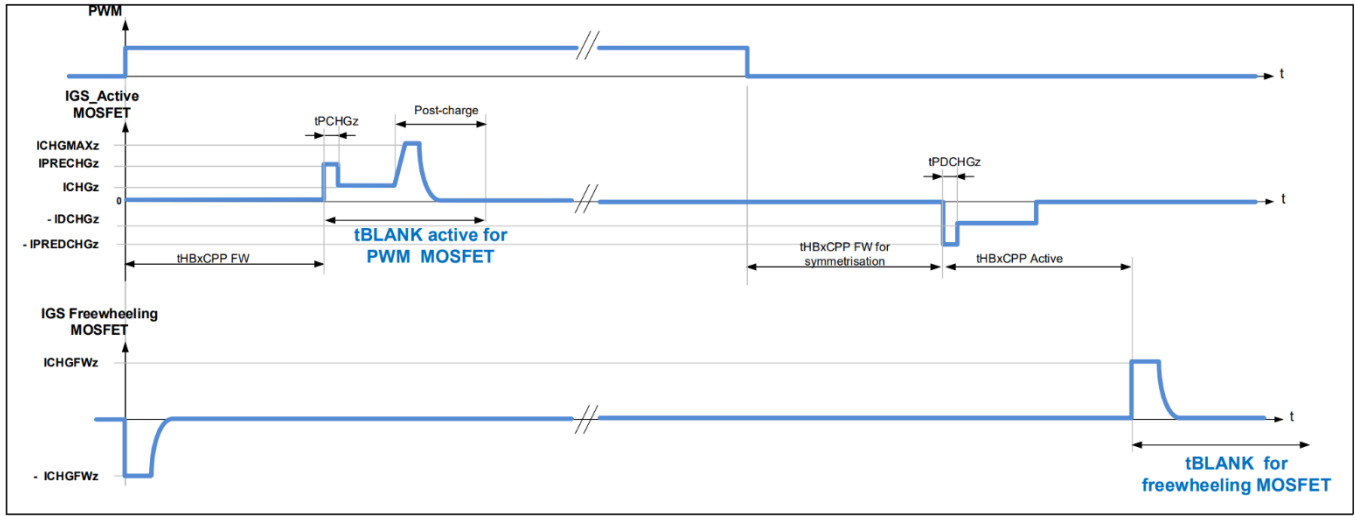
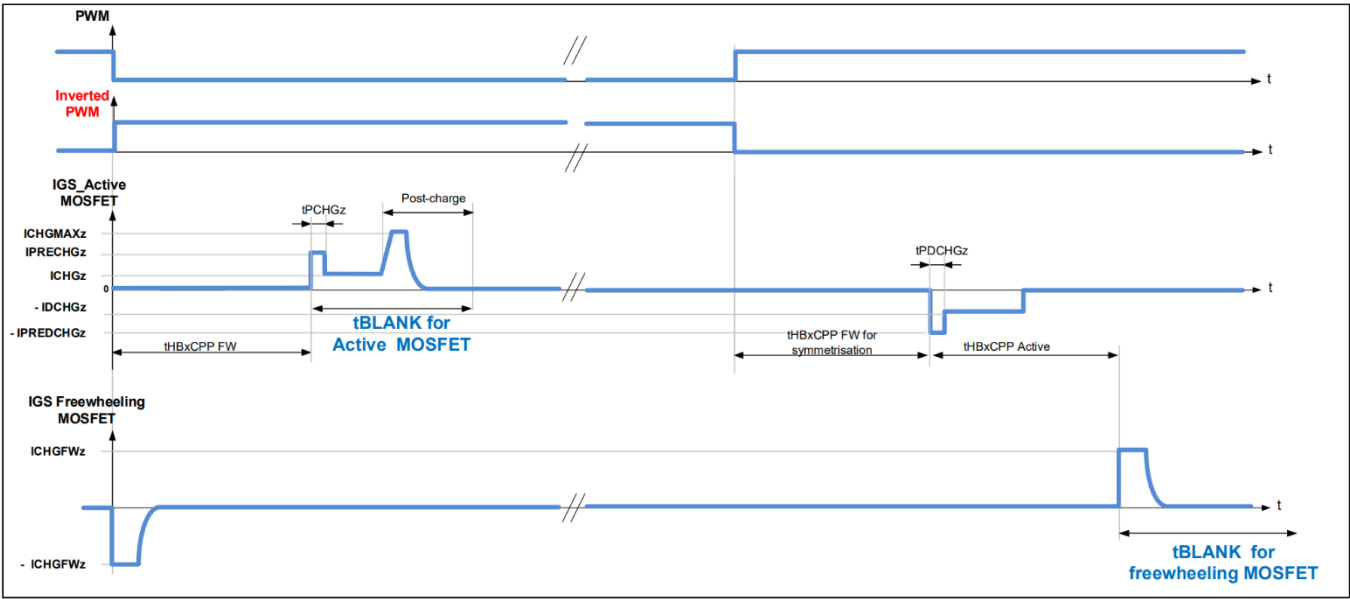

图 34 PWM模式中半桥的空白时间，检测发电机模式启用的 (EN_GEN_CHECK = 1)，电机作为负载运行
图 35 PWM模式中半桥的空白时间，检测发电机模式启用的 (EN_GEN_CHECK = 1)，电机作为发电机运行
- 主动MOSFET的消隐时间从正向MOSFET的交叉电流保护时间 ($t_{HBxCCP\ FW}$) 结束后开始。参见图34和图35。
- 主动MOSFET的消隐时间在主动MOSFET关闭时的交叉电流保护时间结束后开始 ($t_{HBxCCP\ Active}$)。参见图34和图35。